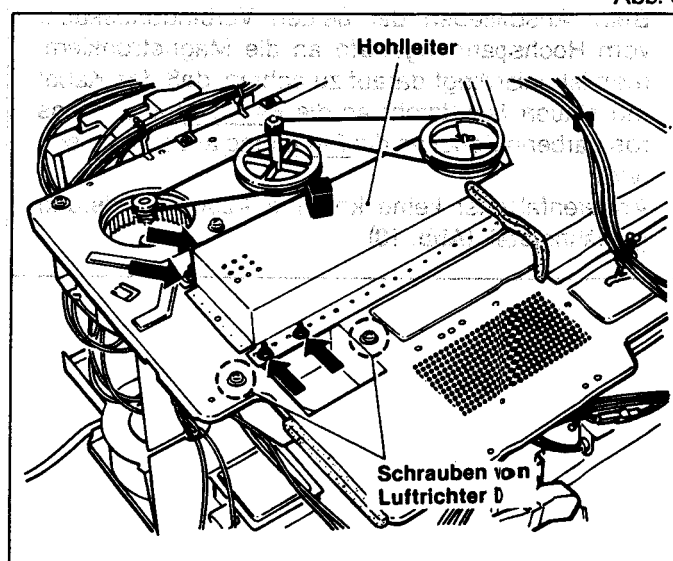

Abb. 9
- (C) 2 Schrauben entfernen und Luftrichter D abnehmen. **Abb. 9.**
- (D) 2 Schrauben entfernen, mit denen der Thermo-Schalter-Winkel am Magnetron befestigt ist.
- (E) Die 2 Verbindungskabel zwischen vorderem Trafo und Magnetron abnehmen.
- (F) 4 Befestigungsmuttern vom Magnetron abdrehen. **Abb. 9.**